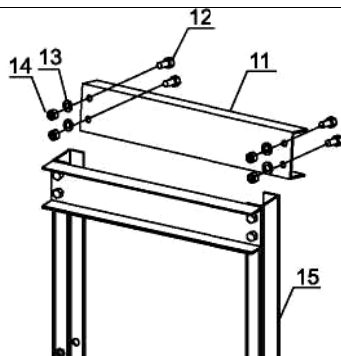

Рис. 1-3
4. Совместите отверстия на верхней балке (11) с отверстиями в верхней части стоек рамы (15) и зафиксируйте болтами (12), шайбами (13) и гайками (14). См. рис. 1-3.